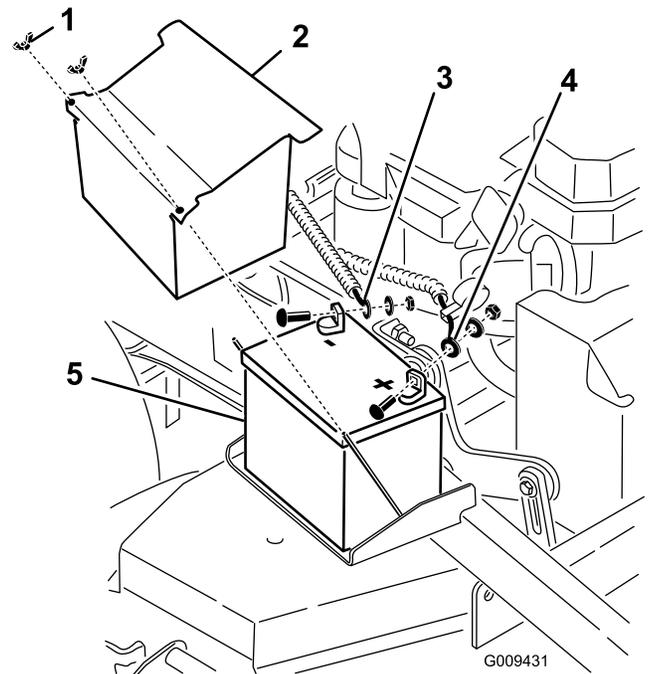

Figura 51
3. Levante la cubierta de goma negra del cable negativo. Desconecte el cable negativo del borne negativo (-) de la batería (Figura 51).
4. Retire la cubierta de goma roja del borne positivo (rojo) de la batería. Luego retire el cable positivo (rojo) de la batería (Figura 51).
5. Retire la pletina de sujeción de la batería (Figura 51), y retire ésta.
1. Coloque la batería en la máquina (Figura 51).
y un perno (Figura 51). Deslice la cubierta de goma sobre el borne.
4. Luego conecte el cable negativo y el cable de tierra al borne negativo (-) de la batería con una tuerca, una arandela y un perno (Figura 51). Deslice la cubierta de goma sobre el borne.